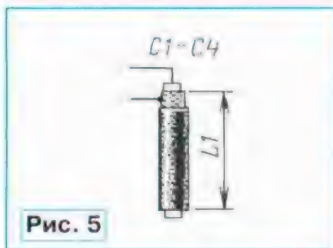

Рис. 5
5. Наматыв катушки на трапы, нам нужно изготовить и конденсаторы. Их делаем из отрезков того же кабеля (рис. 5). К концам этих